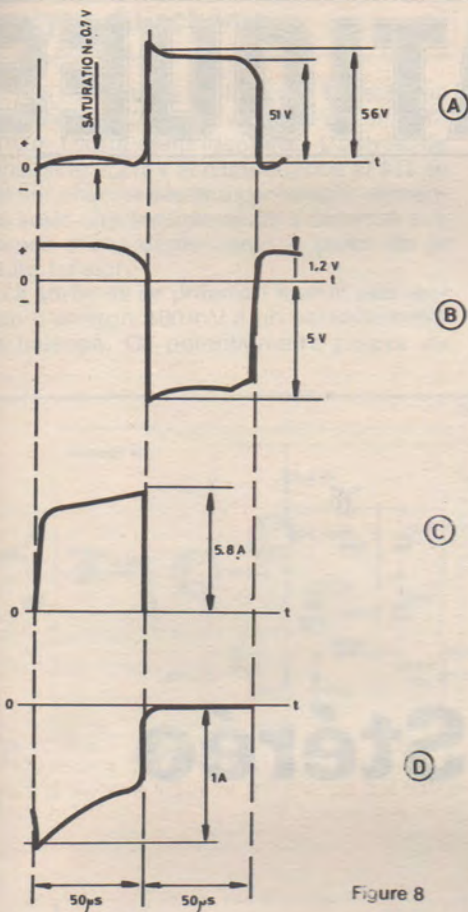

Figure 8
A la **figure 8**, on donne la forme des signaux. Ces oscillogrammes ont été relevés sur le primaire de  $T$  où la tension est plus basse donc plus faible à appliquer à l'oscilloscope.
En (B) de la figure 8, le signal est relevé sur la base de  $Q_1$  par rapport à l'émetteur donc entre les points (n) et (x). Lorsque la tension est positive sur le collecteur, elle est négative sur la base et atteint  $5 \text{ V}$  environ.
On remarquera que les signaux de la **figure 8** correspondent aux mêmes durées de  $50 + 50 \mu\text{s}$ .